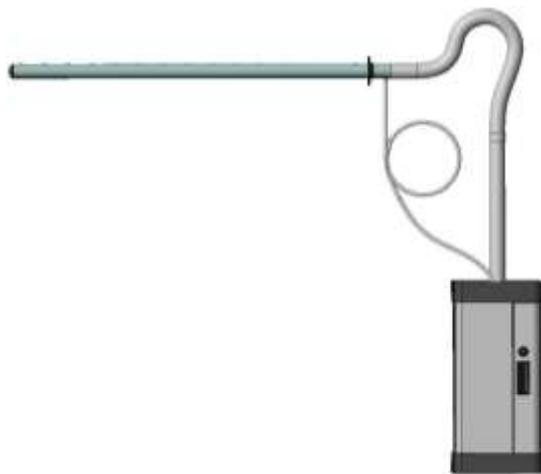
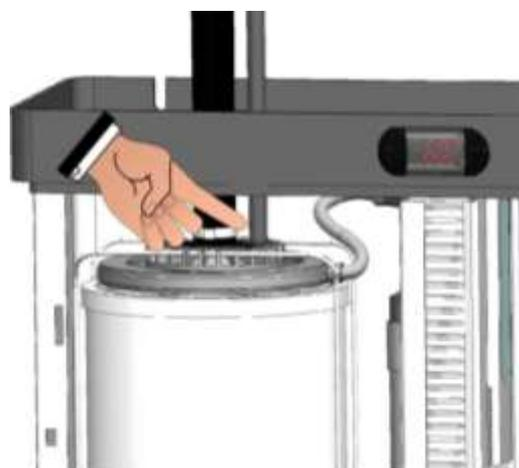

Fig.44
Fig. 45
2. Se la lancia viene posizionata in un punto più alto dell'umidificatore ed il tubo vapore genera un sifone (es. fig. 44), è necessario installare il recupero della condensa scaricando direttamente nell'apposito manicotto del cilindro dell'umidificatore (fig. 45) o in un pozzetto di raccolta acque. Il recupero della condensa si esegue collegando al manicotto diametro 10 mm della lancia il tubo PEGO UMITUBODN10 per questo tipo di applicazione. Nel percorso del tubo recupero condensa, dalla lancia all'umidificatore o dalla lancia al pozzetto è necessario eseguire un sifone con un giro completo di diametro minimo di 200 mm, il sifone inoltre deve essere riempito d'acqua prima dell'installazione.
Questo impedirà l'uscita del vapore dal tubo recupero condensa (fig. 44).